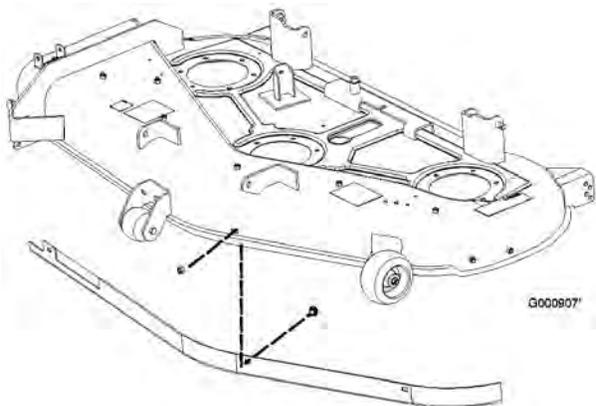

Figura 19
2. Retire los pernos de cuello cuadrado y las contratuercas que fijan el deflector delantero a la plataforma (Figura 19). Retire el deflector delantero para tener acceso al deflector derecho del Recycler®.
6. Vuelva a colocar el deflector delantero y fíjelo a la plataforma (Figura 19) usando los herrajes retirados anteriormente.
la plataforma (Figura 19). Retire el deflector delantero para tener acceso al deflector derecho del Recycler®.